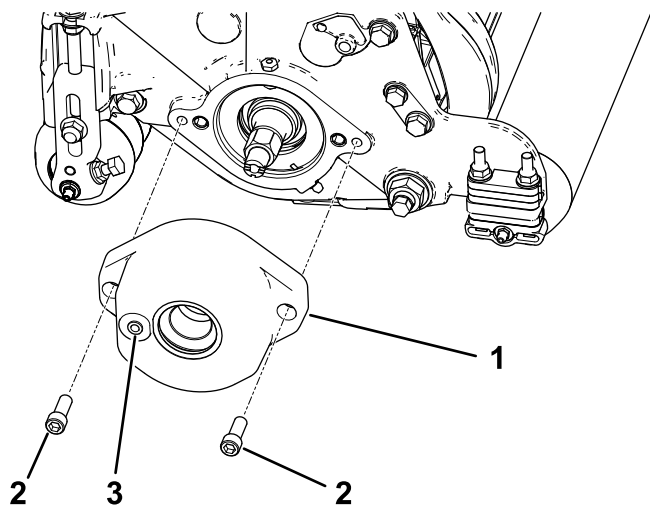

图 5
2. 用 2 个六角螺栓 $\frac{3}{8}$ x 1 英寸将滚筒刷架安装到滚刀轴承座上请参阅图 5。